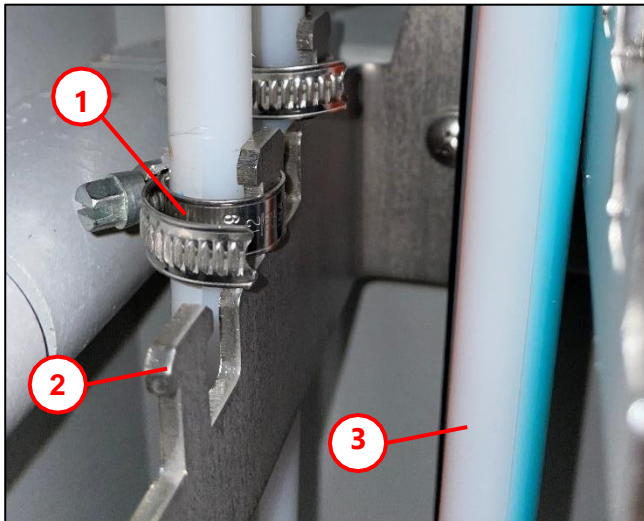

Abb. 18
- Für Zugang **(2)**, Schlauchschellen im Sockel befestigen, Anzugsmoment: 1,5-2Nm (siehe Abb. 18).